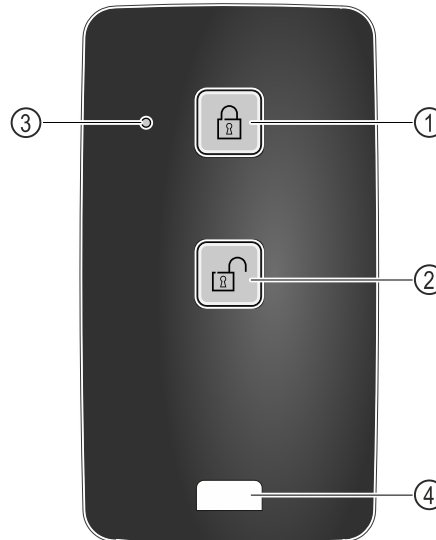

Fig. 245
- ▶ Toets Fig. 245 (1) op de afstandsbediening indrukken.
- ▶ Toets Fig. 245 (2) op de afstandsbediening indrukken.
- ▶ Statusled Fig. 245 (3) geeft bij indrukken van een toets een optische terugmelding.
- ▶ Oog Fig. 245 (4) voor de bevestiging van de afstandsbediening, bijvoorbeeld aan een sleutelbos.